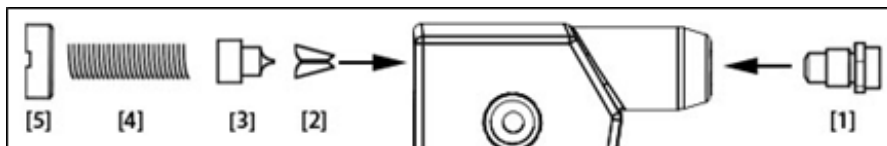
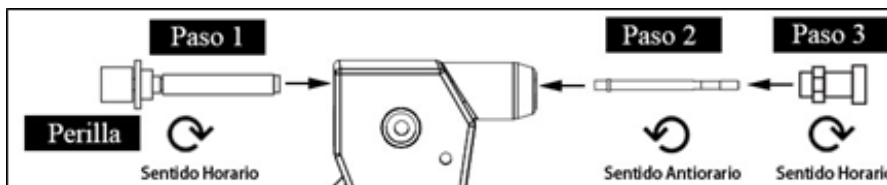

Figura 1: Instalación de accesorios para colocar remaches
Figura 2: Instalación de accesorios para colocar tuercas/pernos remachables
2. Instale los accesorios según se ilustra en la Figura 1. Si es necesario, retire los accesorios tuerca remachable siguiendo los pasos de la Figura 2 a la inversa.
1. Retire las piezas de remache, siguiendo los pasos de la figura 1 a la inversa. Tenga cuidado al remover los componentes, ya que la cubierta de la mordaza está accionada por resorte.
3. Instale los accesorios según se ilustra en la Figura 2. Fije los accesorios aplicando una rotación correcta según la ilustración que aparece debajo de cada accesorio. Sostenga la perilla al fijar el mandril.